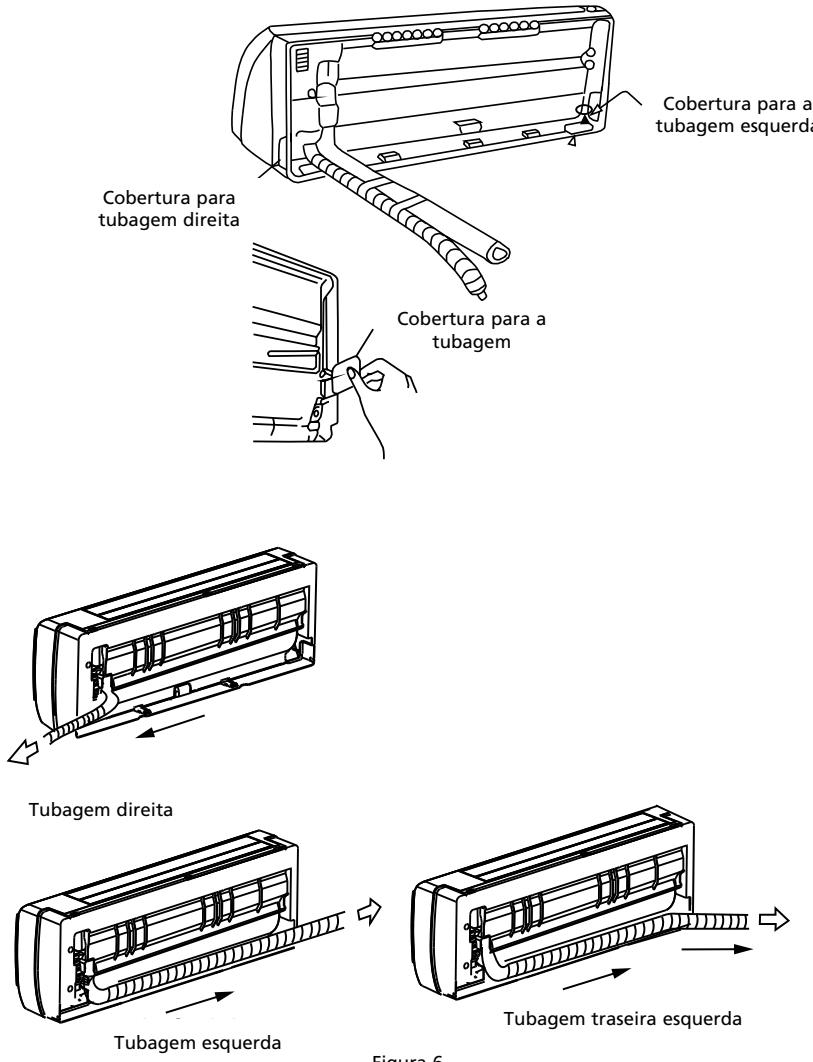

Figura 6
- A tubagem pode ser ligada saindo da parte traseira esquerda ou traseira direita da unidade interior. Remova a placa de fuga esquerda ou direita. Consulte a figura 6.
- A tubagem pode ser ligada saindo da parte traseira esquerda ou traseira direita. Consulte a figura 6.